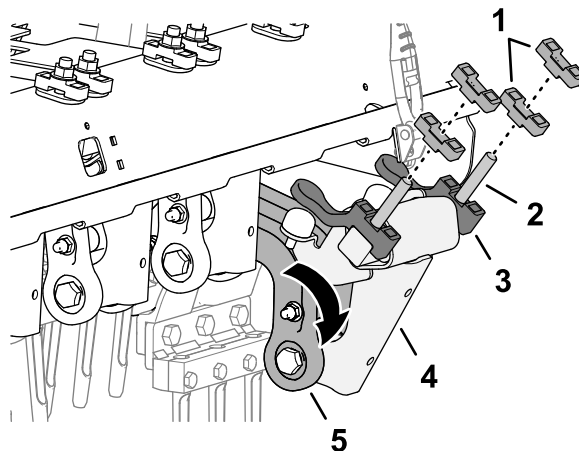

Figure 122
3. Tournez la biellette et l'arbre de l'amortisseur vers le bas (Figure 122).